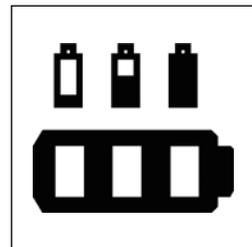

Abbildung 15 Akku-Anzeige Handbedienung.
- An der Handbedienung befindet sich eine Akku-Anzeige *(siehe Abbildung 15).*